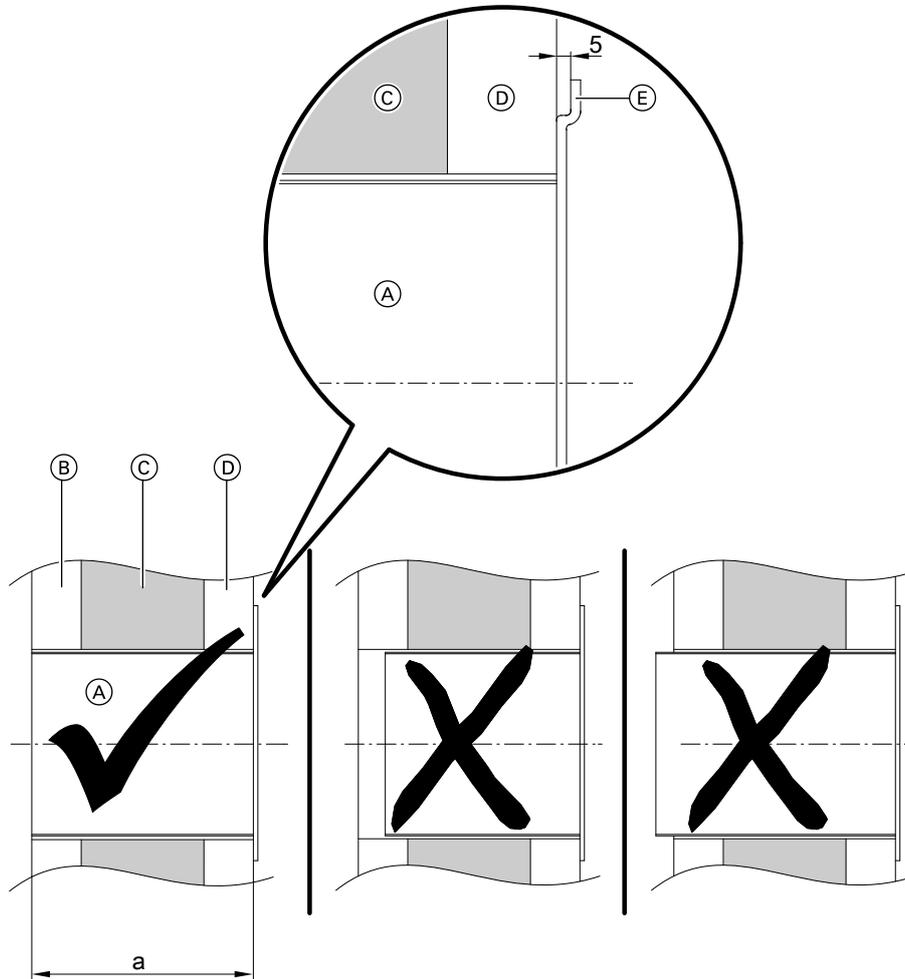

Abb. 5
Falls die Länge der Wandhülse nicht exakt bestimmt wird, kann die Außenwandblende ggf. nicht korrekt montiert werden. Dadurch läuft im Betrieb des Lüftungsgeräts ggf. Kondenswasser an der Außenwand herunter. Länge der Wandhülse gemäß Abb. 5 auf Seite 13 bestimmen.
Länge der Wandhülse gemäß Abb. 5 auf Seite 13 bestimmen.
3. Wandhülse gemäß Abb. 5 auf Seite 13 ausziehen und positionieren.